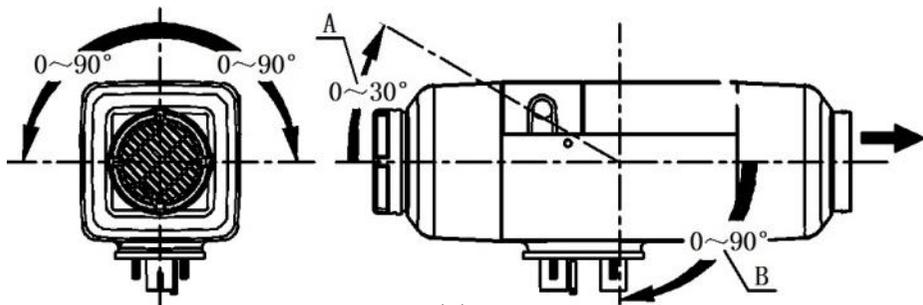

图 11
4.2.3 主机的安装方向如图 11 所示。
**必须注意:** 倾斜角度(A 处汽油机, B 处柴油机)不许超过图 11 所限定的范围, 否则会影响正常工作。